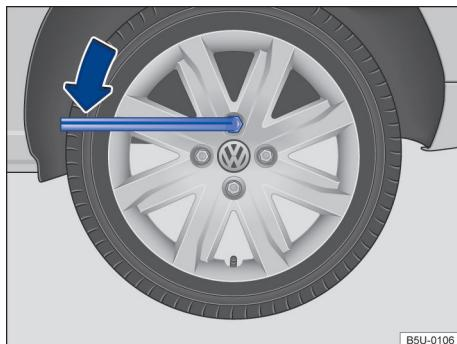

Fig. 143 Troca de roda: soltar os parafusos da roda.
- Encaixar a chave de roda no parafuso da roda até o batente → Fig. 143.